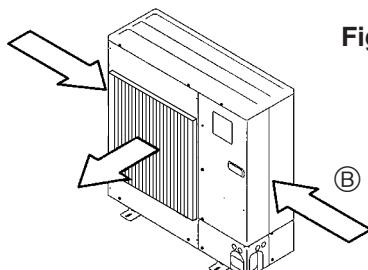

Fig. 2-5
- ③ Bringt die Anlage so an, daß die Abluft aus der Luftaustrittsöffnung im rechten Winkel zu derjenigen Richtung geführt wird, aus der saisonal bedingt starker Wind bläst. (Fig. 2-5)